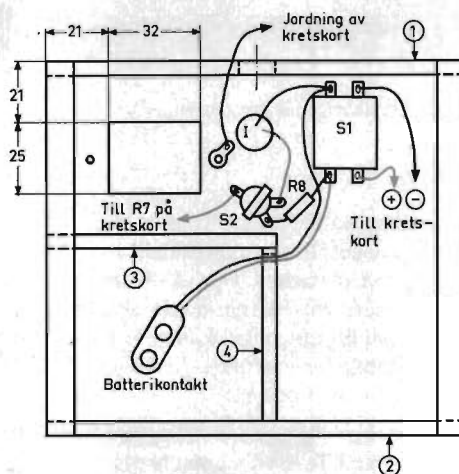

Fig 8. Ritning till sändarens låda med ledningsdragning.
Höljet kan naturligtvis tillverkas efter individuella önskemål. Prototypplådan har byggts upp av två plexiglasgavlar, 4–6 mm tjocka, och ett plåtsvep. På ena gaveln skall man ta upp ett hål för antennen. Lådan är klädd med självhäftande folie av plast. Arbetsgången blir följande (se fig 8 och 9):
1) Av en skiva plexiglas (ex *Clas Ohlson U1361*) sågar man två remsor, 43 mm breda och minst 225 mm långa. Av dessa kapar man två bitar 143 mm långa, som bildar gavlarna ① och ② i fig 8. Den ena restbiten kapas till längden 80 mm, detalj ③ och den andra till 65 mm,